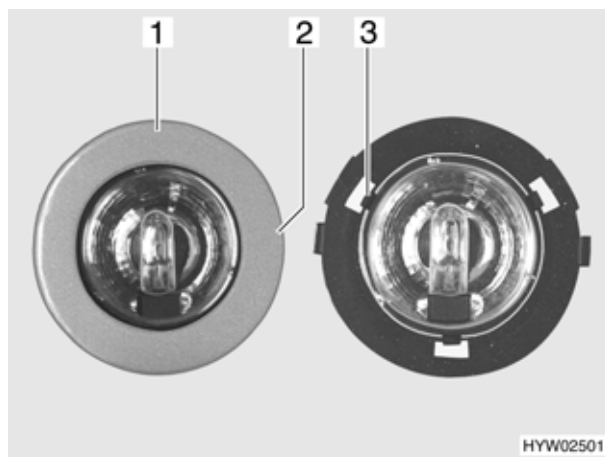

Fig. 201 Lampada alogena
- Girare lentamente il diaframma (Fig. 201,1) finché il nasello (Fig. 201,2) dell'involucro non si arresta a scatto nella scanalatura sottostante del diaframma.
- 3 graffe (Fig. 201,3) tengono ferma la lastra di vetro della lampada alogena nell'involucro. Spingere di lato una delle 3 graffe.